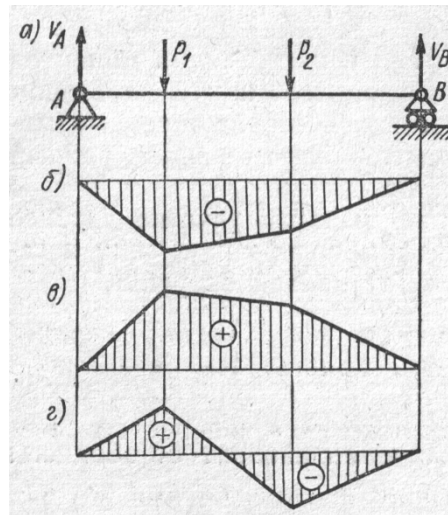

Рис. 17.
4. На рис. 17, а изображена балка, нагруженная сосредоточенными силами. Определите, какая из приведенных на рисунке эпюр изгибающих моментов соответствует нагружению балки.
- А. Эпюра на рис. 17, б.
- В. Эпюра на рис. 17, г.